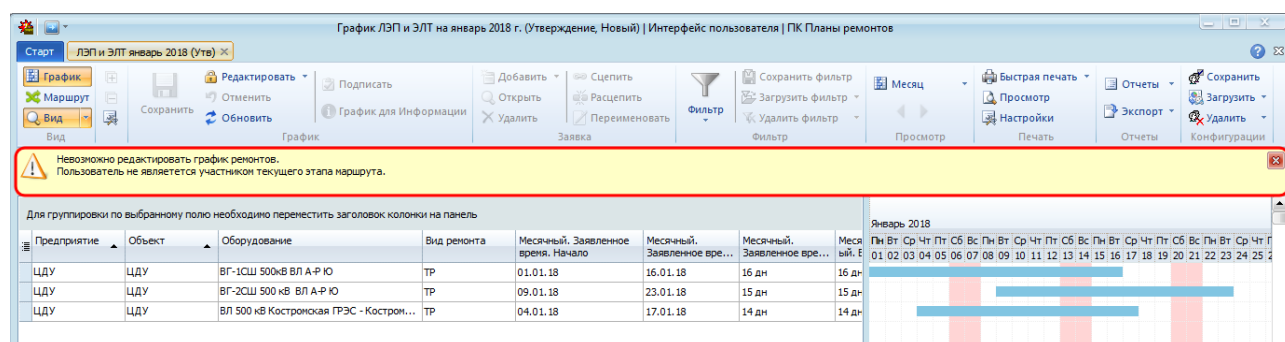

Рисунок 10.59 – Отображение информации об отсутствии пользователя на маршруте
- если пользователь не находится на маршруте, не находится на текущем этапе маршрута или не обладает правом подписи за другого, то при нажатии на кнопку « Редактировать» выводится предупреждающее сообщение (Рисунок 10.59);